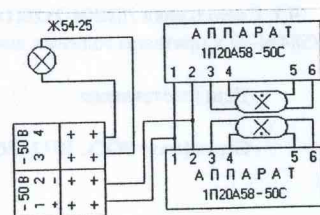

Рис.3
2.3. Схема электрическая светильника на рис.3.